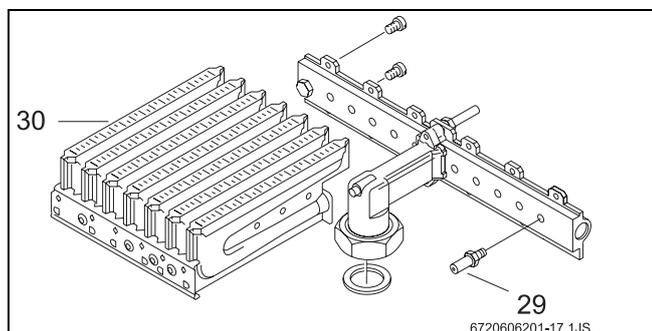

Fig. 7
- Smontare entrambe le rampe degli ugelli (→Fig. 7, pos. 30) e sostituire gli ugelli (→Fig. 7, pos. 29).